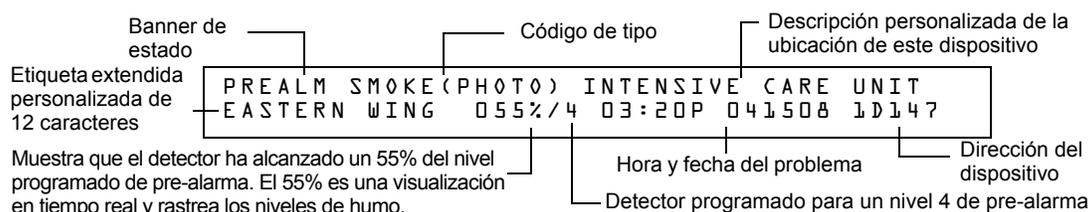

Figura 3.9 Ejemplo de mensaje de pre-alarma de alerta
- Muestra un banner de estado PREALARM (pre-alarma), el código de tipo del detector y el nivel de pre-alarma (alerta o acción) en la pantalla LCD junto con información específica del dispositivo como se muestra en la figura 3.9.